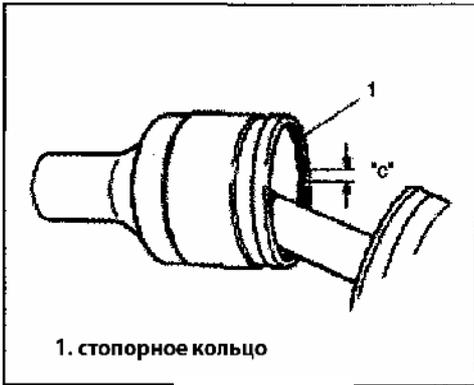

Рис. 489
8) Вставьте обойму в корпус и установите стопорное кольцо в паз (Рис. 489).